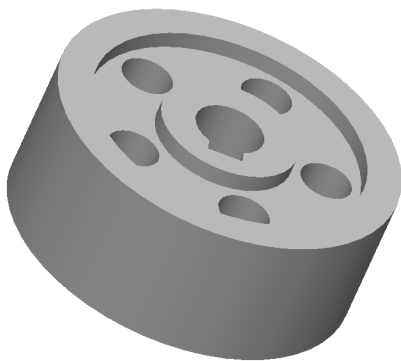

图 14-34 更改模型光源
(2) 在菜单栏中，单击【视图】|【光源与相机】|【属性】|【环境光源】命令，弹出【环境光源】属性管理器，设置【环境光源】为 0.05，单击【确定】按钮，即可更改模型光源，如图 14-34 所示。